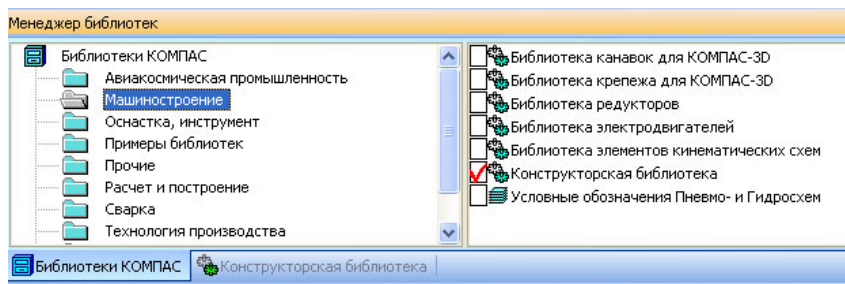

Рис.5.1. Менеджер бібліотек
1. Натисніть на кнопку  «менеджер бібліотек». На екрані з'явиться вікно менеджера бібліотек, у лівій частині якого відображається список розділів менеджера бібліотек. Для того щоб подивитися вміст розділу варто клацнути по його назві, у правій частині вікна відобразиться структура розділу (рис.5.1).